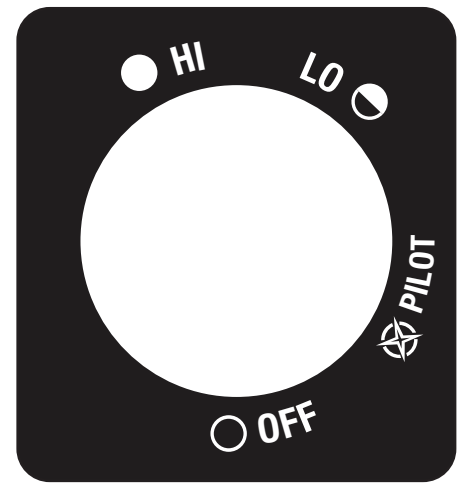

Figura 5
1. Verifique que la perilla de control de cuatro posiciones esté en la posición "OFF". Consulte la Figura 5.
2. Abra la válvula del cilindro de suministro de gas propano (LP).
3. Gire la perilla de control en sentido antihorario  hasta la posición "PILOT" y presiónela para encenderlo. Consulte la Figura 5.